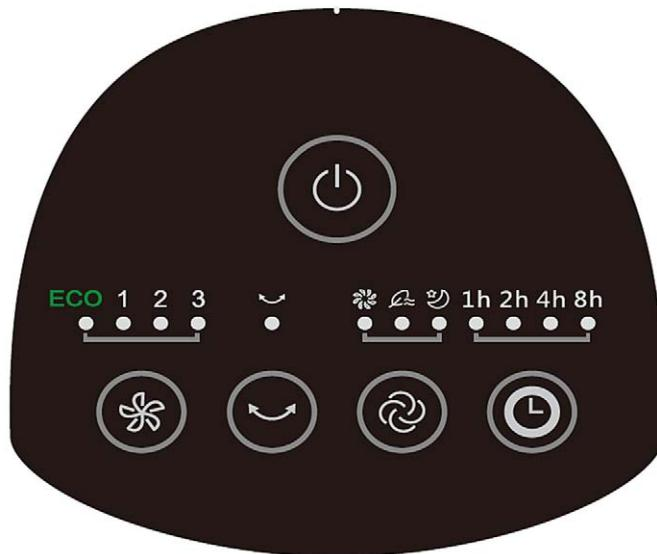

Fig. 5
**Butonat e trupit të ventilatorit / Treguesi i Panelit- (Fig. 5)**